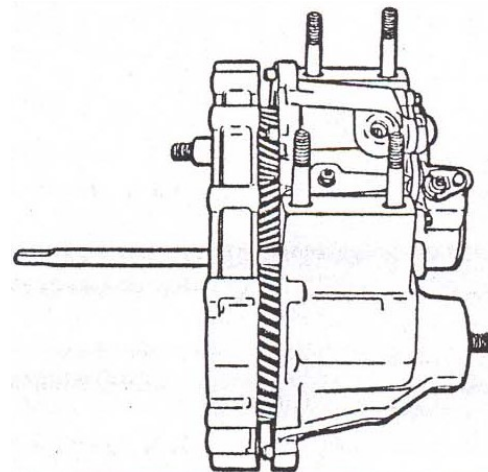

Рис.6.7 Разъединение переднего и заднего картеров
- раскернить и отвернуть гайки 2 (рис. 6.7) фланцев, снять шайбы 3 и фланцы 4;
- разъединить передний и задний картеры за специальные приливы заднего картера (см. рис. 6.7);